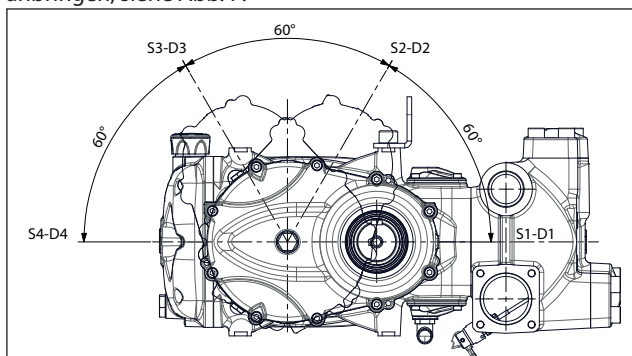

Abb. 7
~ 8,5 Liter bei Versionen mit Getriebe in Pos. ① und ④ (Abb. 7).
Sie können darüber hinaus das Getriebe in 4 Baupositionen anbringen, siehe Abb. 7.